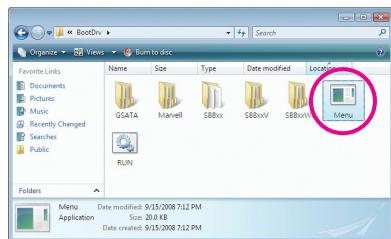

図 3
- 2: 光学ドライブフォルダから、BootDrvフォルダの **Menu.exe** ファイルをダブルクリックします（図 3）。図 4 のようなコマンドプロンプトウインドウが開きます。